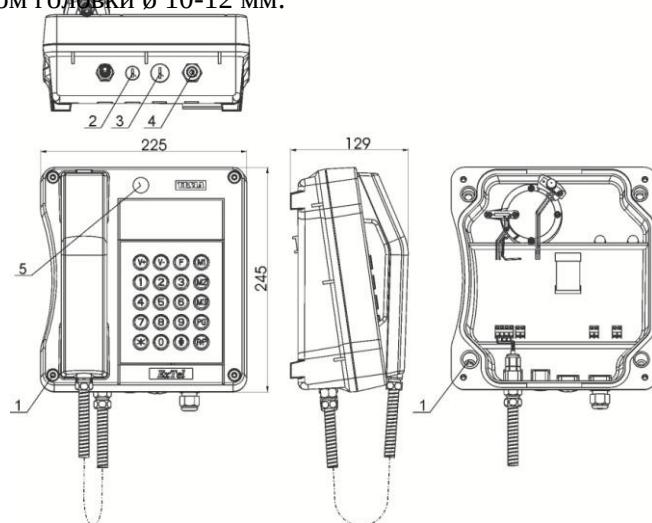
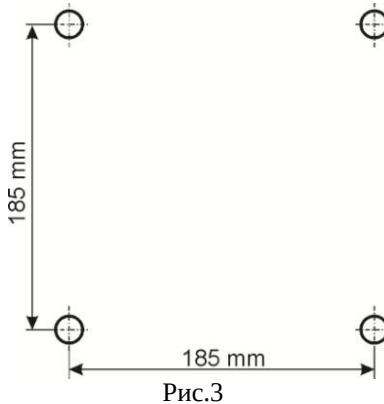
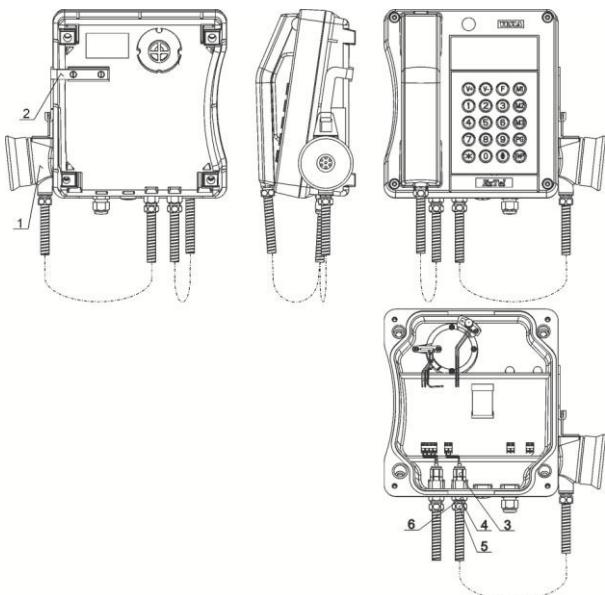

рис.1 4 FP 153 32/S
Рис.3
Рис.4
С помощью ключа TORX отвинтить 4 винта на верхней крышке телефона (1 рис.1). Снять верхнюю крышку. В углах нижней части корпуса телефонного аппарата находятся 4 посадочных отверстия для болтов (поз.1 рис.2), при помощи которых аппарат крепится на стену. Расположение посадочных отверстий для болтов отображено на рис. 3. Рекомендуется использовать болты диаметром Ø5-6мм с диаметром головки Ø 10-12 мм.
К телефонным аппаратам можно подключить дополнительный микротелефон (поз.2,3 рис.1) и внешнее вызывное реле.
1. Смонтируйте держатель дополнительного микротелефона 4FA 192 08 (рис.4 поз.2). Держатель входит в комплект поставки дополнительного микротелефона.
2. Снимите верхнюю крышку телефонного аппарата (рис.1,2).
3. Демонтируйте заглушку (поз.2 рис.1), находящуюся на внутренней стенке телефонного аппарата и вкрутите кабельный ввод M12x1,5, входящий в комплект поставки дополнительного микротелефона (поз.3 рис.4). С внешней стороны вкрутите ответную часть кабельного ввода 4FA 036 08 (поз.4рис.4).
4. Ослабьте гайку кабельного ввода (поз.3 рис.4) и с внешней стороны проденьте шнур дополнительного микротелефона. Ослабьте гайку бронированного шнура (поз. 5 рис. 4) и введите его с внешней стороны в ответную часть кабельного ввода (поз. 6 рис.4), после чего затяните гайку бронированного шнура (поз.5 рис.4). С внутренней стороны телефона аппарата затяните гайку кабельного ввода (поз.3 рис.4).